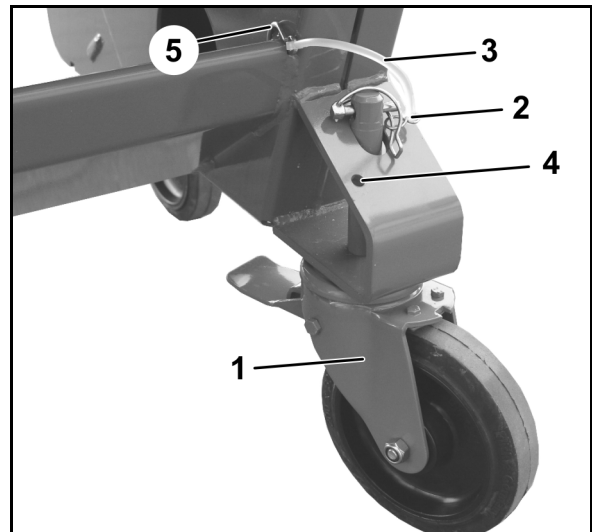
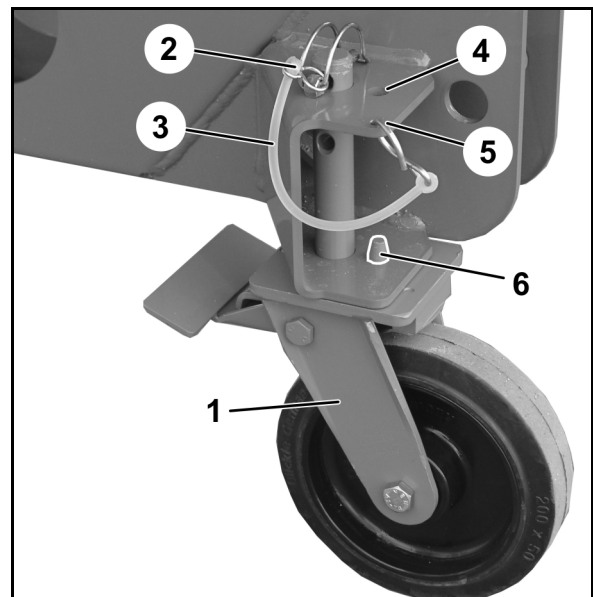

Fig. 9
Fig. 10
- Die Klappstecker mit dem Sicherungsband (Fig. 9/3; Fig. 10/3) an der Maschine (Fig. 9/5; Fig. 10/5) befestigen.
5. **Lenkbare Rollen** **vorne** (Fig. 9/1),
Starre Rollen **hinten** (Fig. 10/1)
- o montieren und mit Klappstecker (Fig. 9/2; Fig. 10/2) sichern, beziehungsweise
Bei Nichtgebrauch der Transportrollen die Klappstecker in Parkposition (Fig. 9/4; Fig. 10/4) befestigen.
Bei der Montage der starren Rollen darauf achten, dass der Bolzen (Fig. 10/6) durch die Bohrung des Rahmens fasst, und somit die Rollen in Längsrichtung hält.